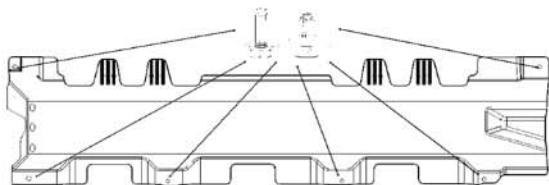

图 2-18
(1) 用 10 号套筒和一字螺丝刀，拆除燃油滤清器护板与车身连接的 5 个螺栓和一个子母扣，如图 2-18 所示；